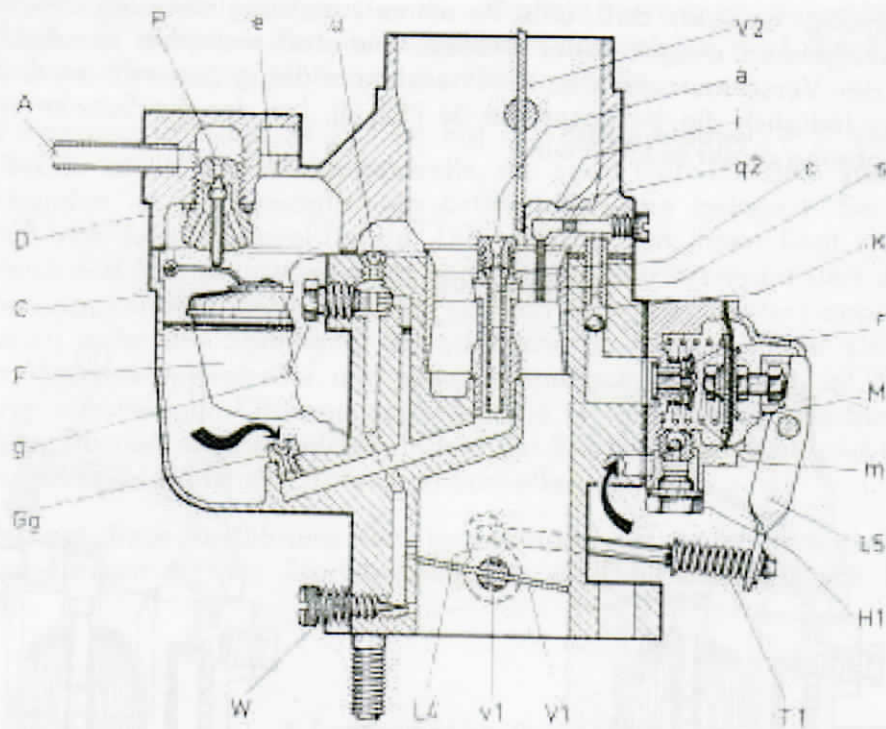

Abb. 6 Schem. Schnitt des 34 PCI (4) NSU Prinz E 14981
Die Vergaserausführung 34 PCI (4) weist das gleiche **Austrittsröhrchen** unter dem Einspritzarm auf (Abb. 6) wie die Ausführung 34 PCI (2).